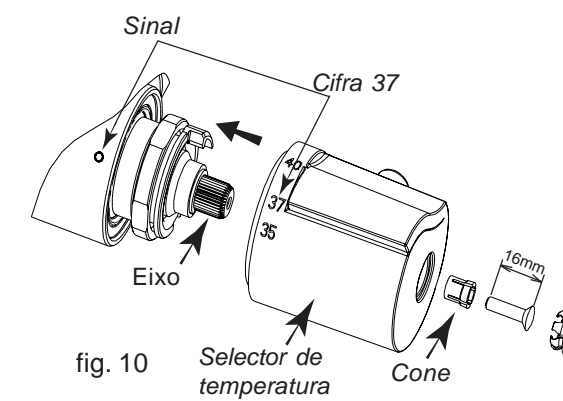

fig. 10
- Remontar o selector de temperatura (sem dar voltas ao eixo) alinhando a cifra 37 com o sinal (fig. 10).